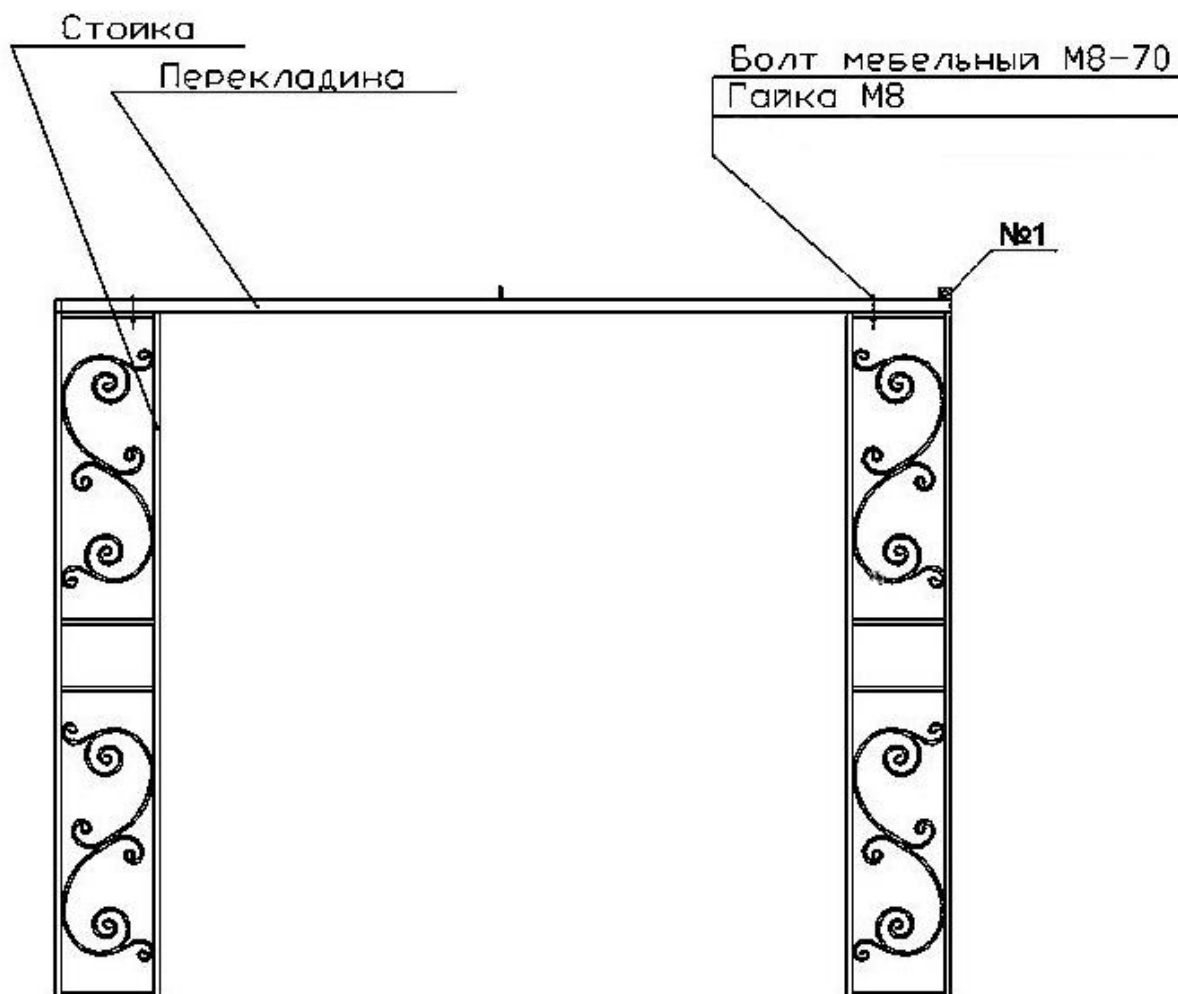

Рис. 1
1. Сборка каркаса: угловые стойки, соединить между собой перекладиной совместив крепежные отверстия в перекладине и стойках. Применять для этого болты М8-70 и гайки М8 (Рис. 1). Обратите внимание, что ушко для крепления углового кронштейна (№1) должно быть справа относительно наружной стороны беседки.